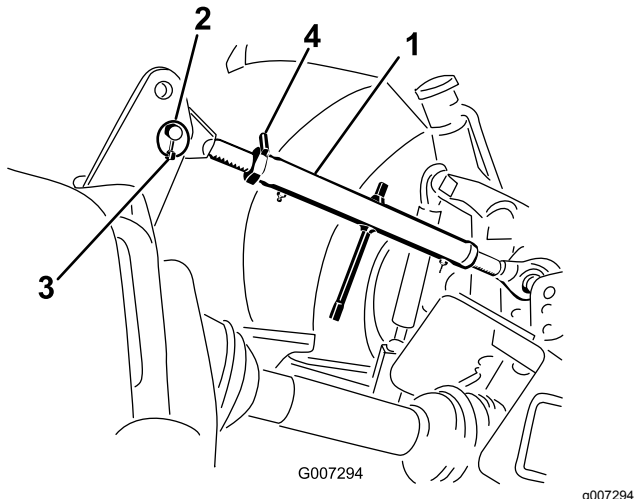

Figura 8
1. Conecte el brazo de enganche superior al taladro inferior del soporte y sujételo con un pasador de enganche y un pasador de seguridad (Figura 8).
3. Gire el enganche superior para apretar el enganche. Ajústelo hasta que la parte delantera del chasis del aireador esté a 90 grados de la horizontal (Figura 8).